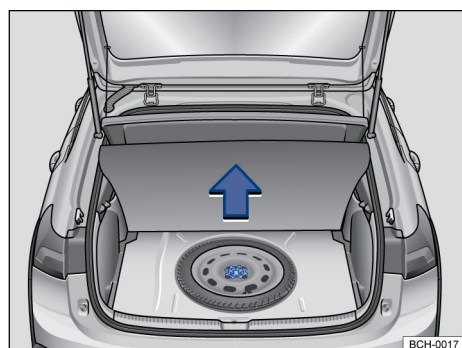

Fig. 161 En el maletero, por debajo del revestimiento del piso: rueda de emergencia y herramientas de a bordo.
Las herramientas de a bordo y la rueda de emergencia están ubicadas en el maletero, debajo de la moqueta → fig. 161.
- Levantar el guarnecido del maletero → fig. 161.